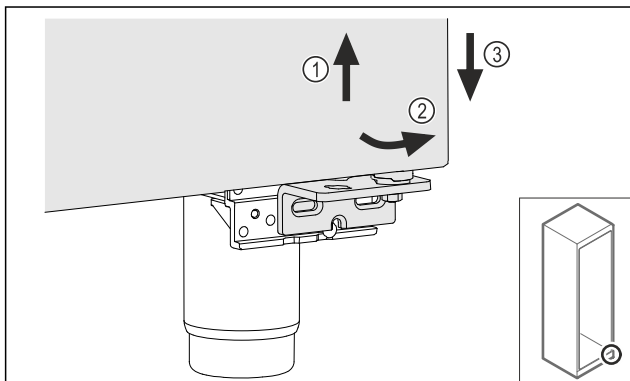

Fig. 16
- ▶ Paceliet mazliet durvis Fig. 16 (1), apakšā sagāziet uz priekšu Fig. 16 (2) un nolaidiet Fig. 16 (3).